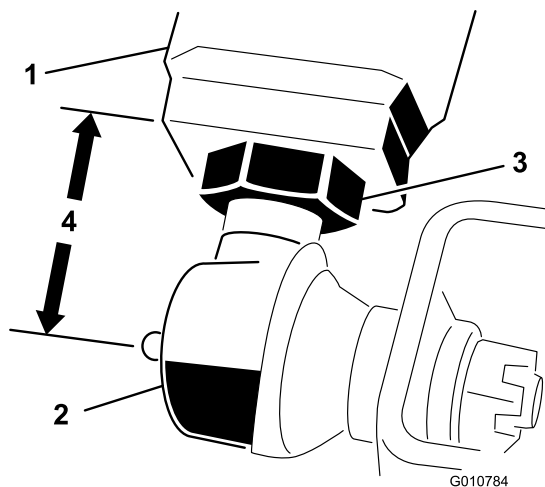

Figura 6
2. Mida la distancia entre el extremo de cada brazo de elevación hasta el centro de la articulación esférica (engrasador). La distancia debe ser de 57 mm (Figura 6).